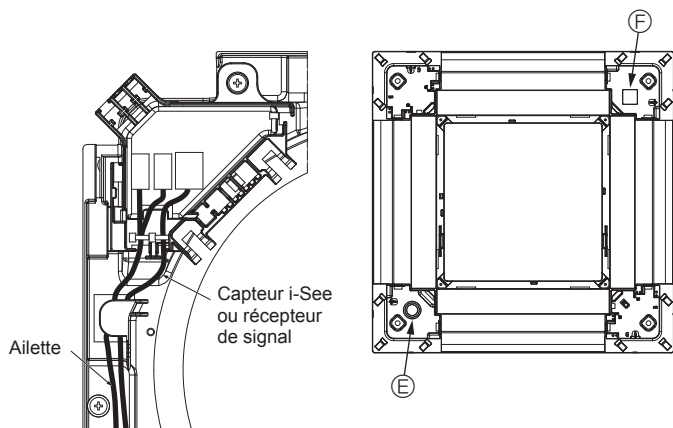

Fig. 5-14
- Faites passer les fils du capteur i-See et du récepteur de signal comme illustré dans la Fig. 5-14.